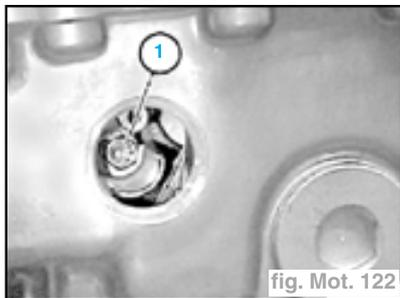

fig. Mot. 122
- Insérer la vis Torx (fig. Mot. 122).
- Serrer la vis M6 (1) (fig. Mot. 122).